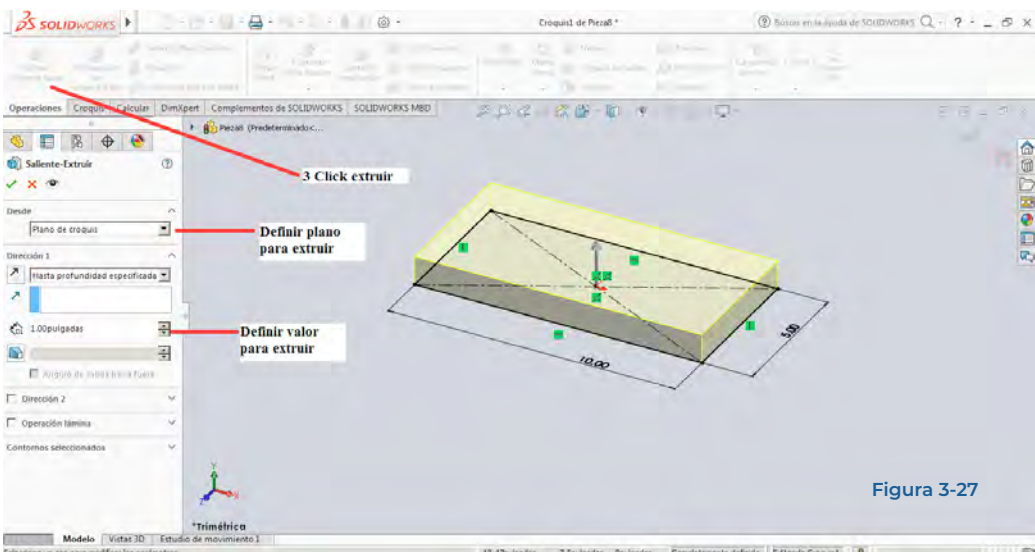

Figura 3-27
3. Con el croquis construido se selecciona la pestaña de operaciones y se realiza Click sobre la herramienta **Extruir Saliente Base** y se realiza el procedimiento con los valores que se muestran en la figura 3-27.